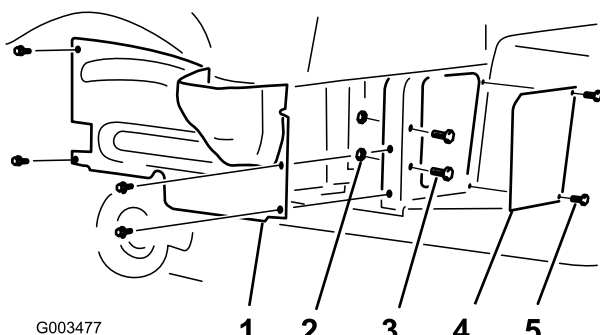

Figure 1
2. Enlevez les 4 boulons à embase qui fixent le carénage de la roue droite au châssis (Figure 1). Enlevez le carénage et mettez-le de côté.
3. Enlevez les 2 vis et boulons de fixation du panneau de protection au châssis (Figure 1). Enlevez le panneau de protection et mettez-le de côté.